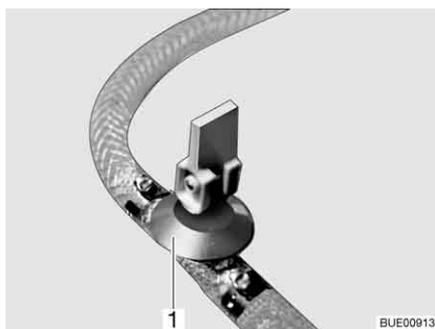
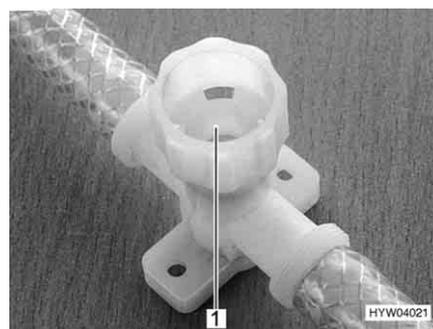

Fig. 241 Torneira de descarga (com alavanca basculante)
Fig. 242 Torneira de descarga (com tampa rotativa)
- Abra todas as torneiras de descarga. Para isso, coloque a alavanca basculante da torneira de descarga (Fig. 241, 1) em posição vertical ou gire a tampa da torneira de descarga (Fig. 242, 1) em sentido contrário aos ponteiros do relógio.